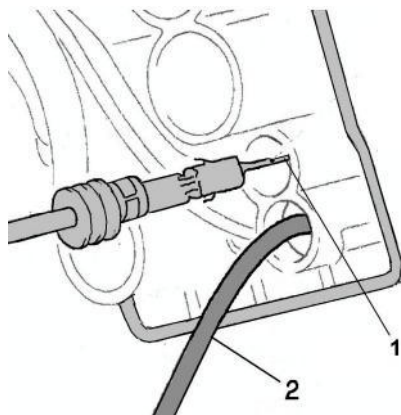

Fig. 5
- introducir el cable marrón en el conector, situar el terminal en la posición 2. Ver fig. 5.